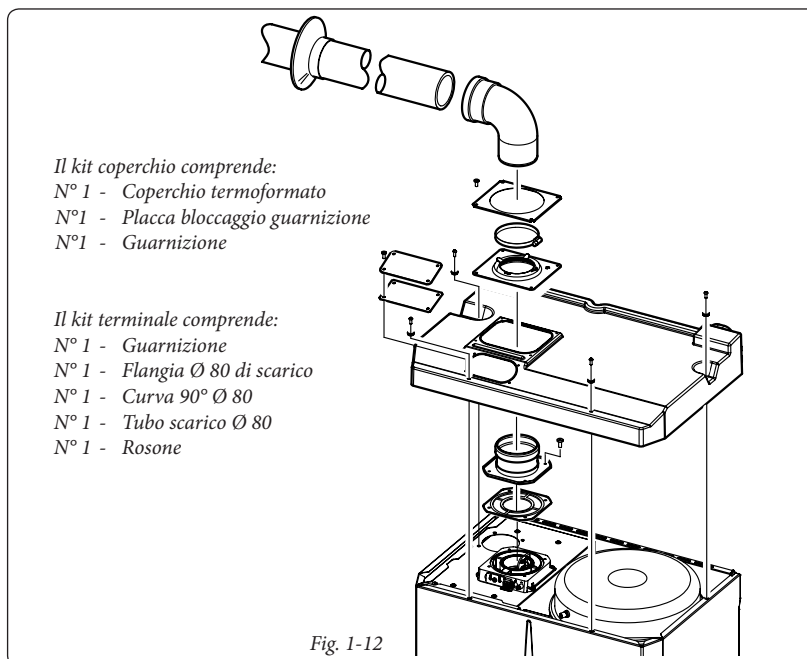

Fig. 1-12
In questa configurazione occorre utilizzare l'apposito terminale (presente nel kit di aspirazione per l'installazione in oggetto) da apporre sul foro più interno della caldaia (Fig. 1-12). L'aspirazione dell'aria avviene direttamente dall'ambiente in cui è installata la caldaia e lo scarico dei fumi in camino singolo o direttamente all'esterno. La caldaia in questa configurazione è classificata come tipo B22 (secondo le norme UNI 10642 e UNI EN 297).
- Montaggio kit copertura. (Fig. 1-12) Smontare dal foro di aspirazione il tappo e la guarnizione presente.